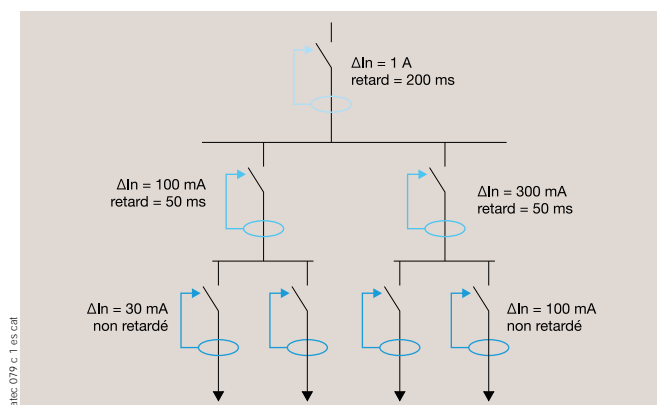

Fig. 1.
1. El tiempo de funcionamiento del Dispositivo Diferencial Residual de abajo ( $t_{fB}$  fig. 2) deberá ser inferior al tiempo de no funcionamiento del dispositivo de arriba ( $t_{nfA}$ ). Una solución simple para respetar esta condición consiste en utilizar DDRs de clase S (retardo ajustable). El retardo del Dispositivo Diferencial Residual deberá ser superior al retardo del Dispositivo Diferencial Residual más cercano (fig. 1).
2. La sensibilidad del DDR aguas abajo  $I\Delta n_B$  debe ser inferior a la mitad de la sensibilidad del DDR aguas arriba  $I\Delta n_A$  (ver fig. 1 y 2).